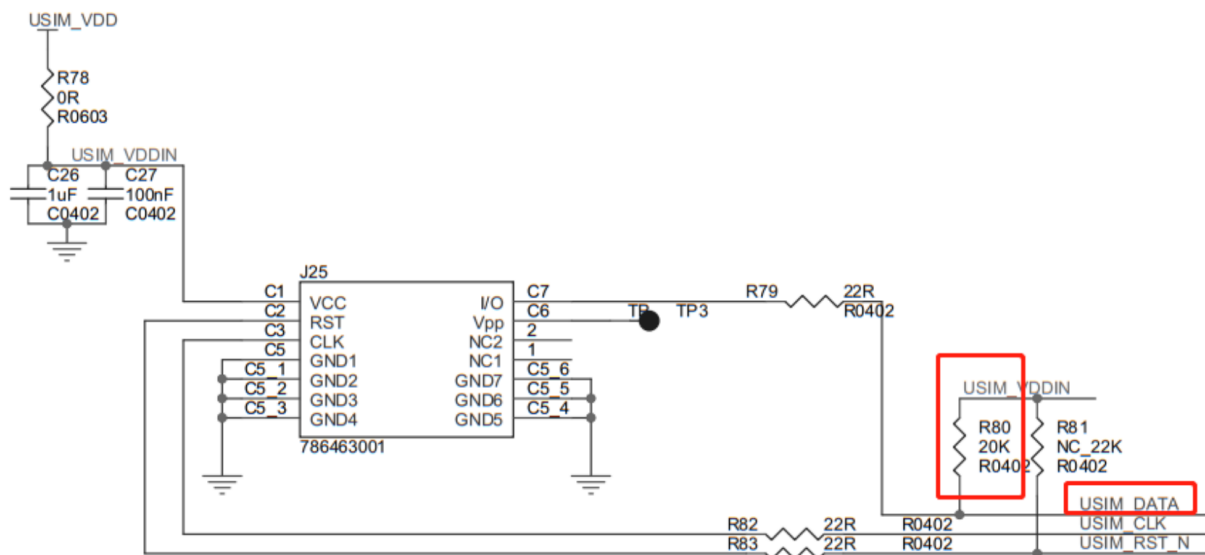

图 12 SIM 卡参考电路
1) SIM DATA 脚推荐加典型值为 20K 上拉电阻，不加上拉可能会存在部分 SIM 卡识无法正正确识别的风险，影响通信。参考电路如图 12 所示。